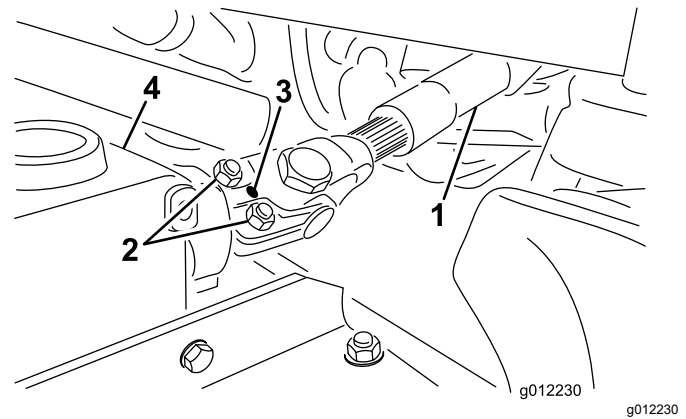

Figura 6
- Quite el pasador cilíndrico de la horquilla y del eje de la caja de engranajes (Figura 6).
- Afloje los 2 tornillos y contratuercas (Figura 6).
- C. Sujete la horquilla del extremo del árbol de la TDF al eje de la caja de engranajes con el pasador cilíndrico (Figura 6).
- D. Apriete las contratuercas para sujetar la horquilla al eje de la caja de engranajes (Figura 6). Apriete las contratuercas a 20–25 N·m.